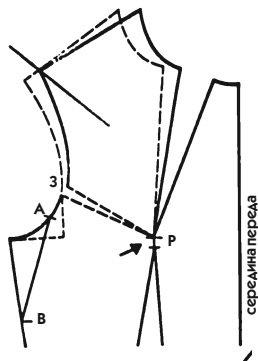

Рис. 686
Противоположный случай, когда засечка 5 переда находится справа от линии баланса, будет рассмотрен в пояснении к рис. 686. Одним словом, нельзя начинать сборку от засечек 5, иначе на обеих частях рукава появятся некрасивые складки. Рассмотрим единственно возможное решение.
- Сотрите вспомогательные линии, нанесенные на лекало пунктиром, и замените их сплошными линиями, которые видны на копии (см. рис. 686). Для нашего задания не стирайте пунктирные линии, а лишь обозначьте их цветным карандашом для напоминания.